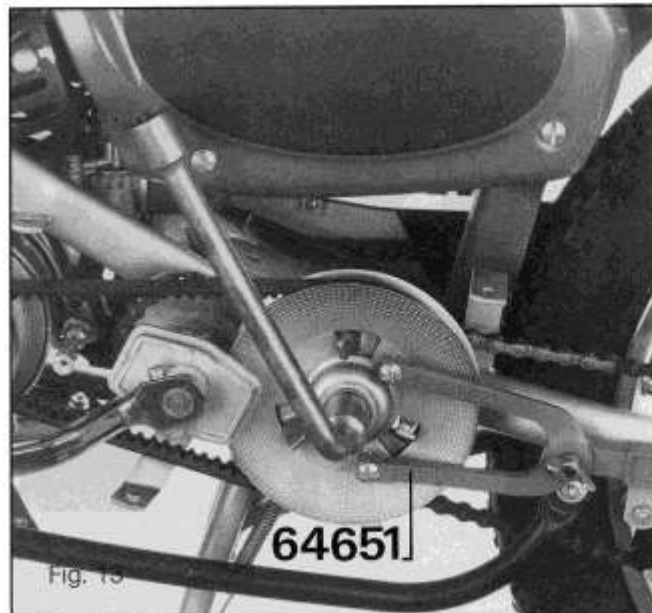

Fig. 13
- Dévisser l'écrou, clé à pipe de 17 (*figure 13*).